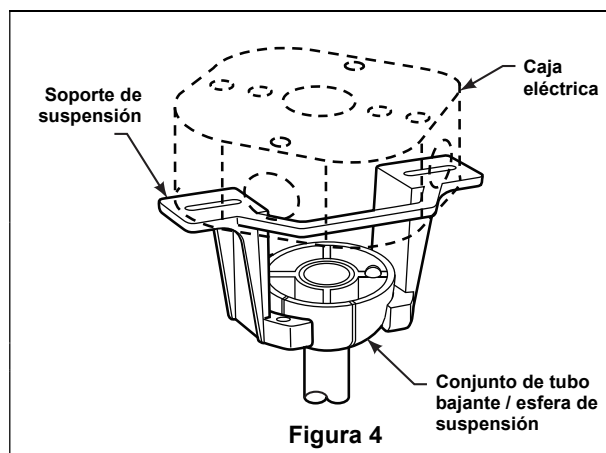

Figura 4
- Levante con cuidado el ventilador y asiente el conjunto del tubo bajante / esfera de suspensión en el soporte de suspensión que se acaba de fijar a la caja eléctrica. Asegúrese de que la ranura de la esfera esté alineada con la pestaña del soporte de suspensión. (Figura 4) Este ventilador está previsto únicamente para las opciones de montaje estándar e inclinado. Las opciones de montaje cercano al techo y empotrado no están disponibles. En el caso de los techos inclinados, tenga en cuenta que el ángulo no puede ser mayor de 20°.
- Una vez realizadas las conexiones, gire los cables hacia arriba e introdúzcalos con cuidado en la caja eléctrica, con los cables blanco y verde hacia un lado de la caja y los cables negros hacia el otro. (Figura 4)